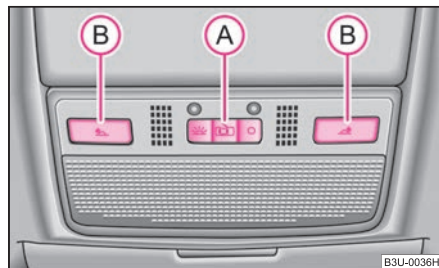

Abb. 40 Ausschnitt aus dem Dachhimmel: Innenbeleuchtung vorn
- Stellen Sie den Schalter **(A)** ⇒ Abb. 40 in Mittelstellung .
- Drücken Sie auf einen der Schalter **(B)** ⇒ Abb. 40, um die rechte oder linke Leseleuchte ein- bzw. auszuschalten.